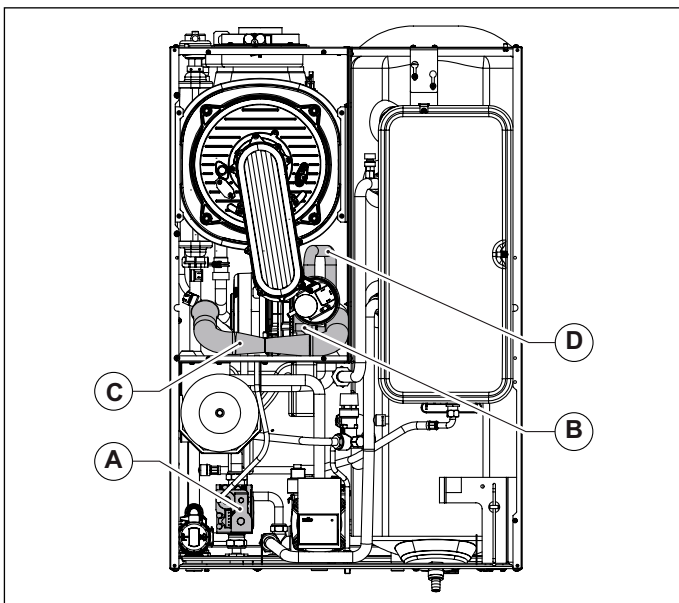

Abb. 26 Ansaugrohr
- Das Ansaugrohr für die Verbrennungsluft demontieren (siehe Abb. 26 Ansaugrohr).
- Verschraubung der Gasleitung von der Mischeinrichtung lösen (siehe Abb. 26 Ansaugrohr).